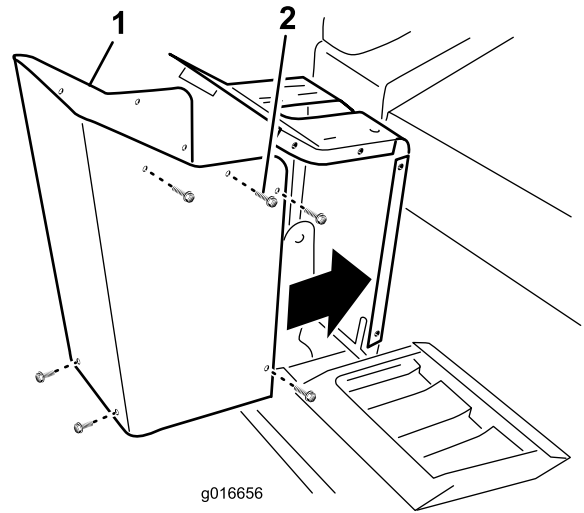

Bild 2
1. Entfernen und bewahren Sie die zehn Schrauben auf, mit denen die Abdeckung der Lenksäule an der Lenksäule befestigt ist (Bild 2). Entfernen Sie die Lenksäulenabdeckung.
8. Befestigen Sie die Abdeckung der Lenksäule mit den vorher entfernten zehn Schrauben (Bild 2).